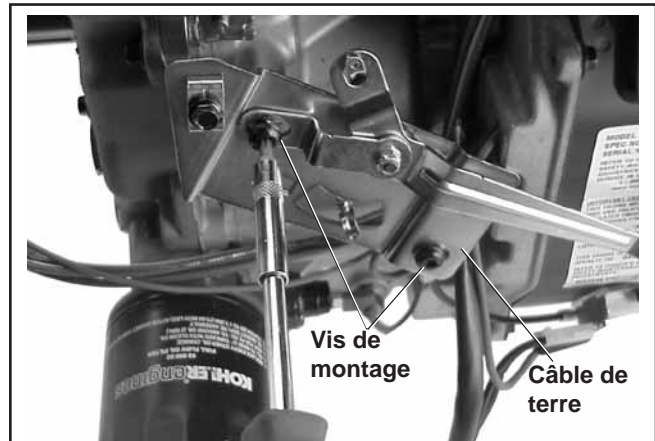

Figure 9-8. Dépose de la plaque de commande de l'accélérateur.
1. Retirer les deux vis de fixation maintenant le support de commande d'accélérateur et le câble de terre (certains modèles) au carter. Voir la figure 9-8.
2. Marquer l'emplacement du ressort du régulateur et décrocher le ressort du levier du support de commande de l'accélérateur. Voir les figures 9-8 et 9-9.